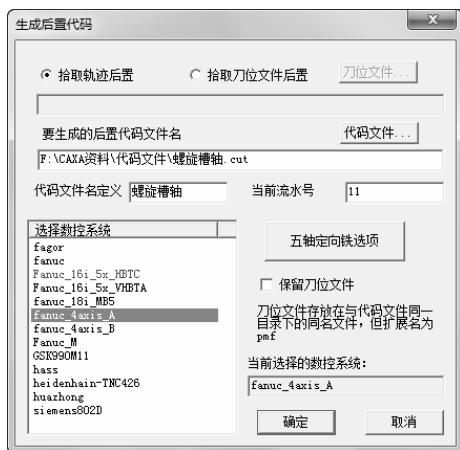

图 4-41 “生成后置代码”对话框
1) 选择下拉菜单“加工”→“后置处理 2”→“生成 G 代码”命令，系统自动弹出“生成后置代码”对话框，选取“拾取轨迹后置”，并选择如图 4-41 所示的数控加工系统，其余设置为系统默认。